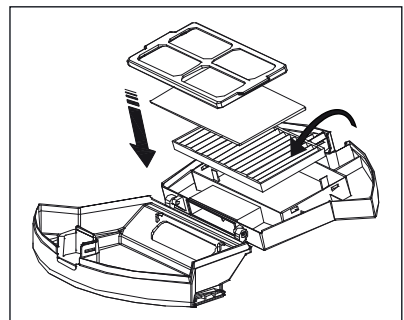

Abb. 13
- 8) Legen Sie den EPA-Filter **7** und den Schaumstofffilter wieder in das Fach und befestigen Sie den Siebfilter auf dem Fach. Klappen Sie den Staubbehälter **14** zu (siehe Abb. 13).